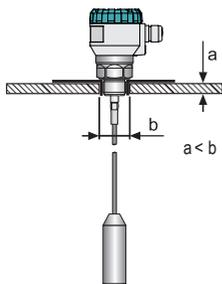

Abb. 8: Installation des Füllstandsmessers im Dach eines Betonsilos
- Bei der Füllstandsmessereinrichtung im Dach eines Betonsilos muss die Öffnung b für die Anbringung des Füllstandsmessers größer sein als die Betondicke a, siehe Abb. 8.